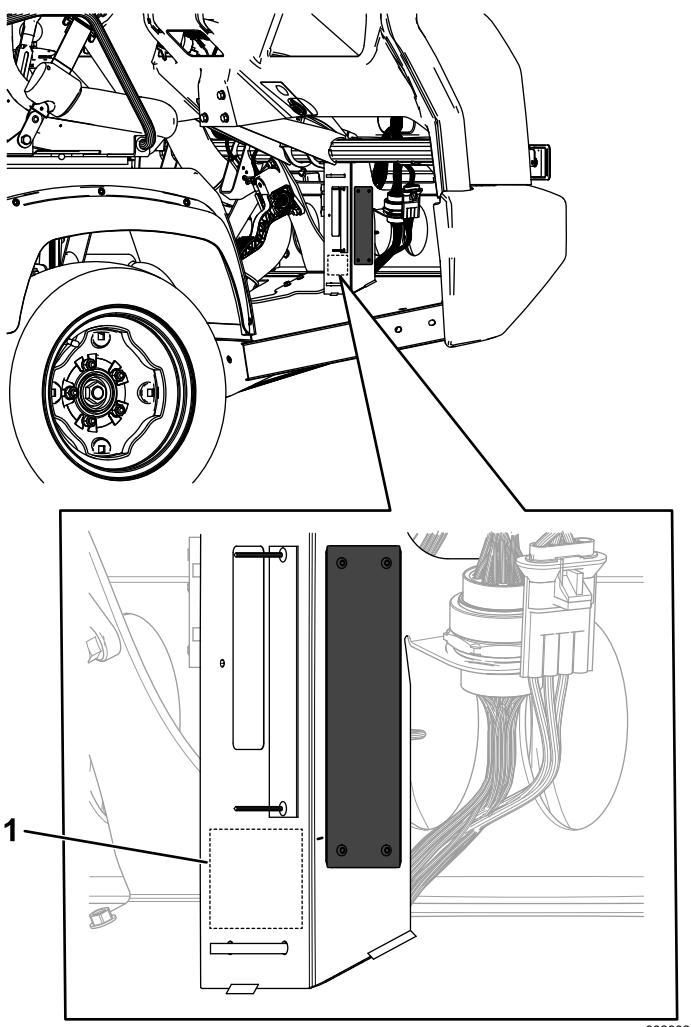

Figura 9
2. Estampar el número de serie de la máquina en la posición indicada en Figura 9.